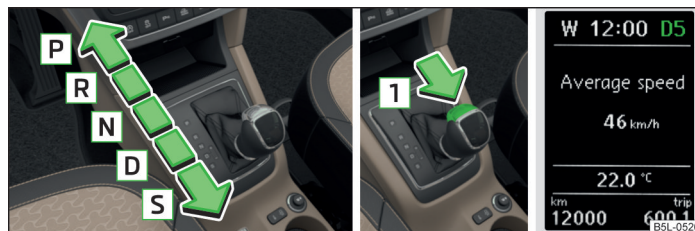

Fig. 110 Palanca selectora / tecla de bloqueo / indicador de pantalla
Con el encendido conectado se ve el modo de cambio de marcha, así como la marcha acoplada actual en la pantalla » fig. 110.
Con la palanca selectora se pueden poner los siguientes modos » fig. 110.
Antes de introducir el modo R a partir del modo P o N, se deberá pisar el pedal de freno y, al mismo tiempo, pulsar la tecla de bloqueo en el sentido de la flecha 1 » fig. 110.
Antes de poner el modo **S** desde el modo **D**, debe pulsarse la tecla de bloqueo en el sentido de la flecha **1** » fig. 110.
La palanca selectora se suelta accionando el pedal de freno y pulsando a la vez la tecla de bloqueo en el sentido de la flecha **1** » fig. 110.
En la pantalla » fig. 110 de la página 135 se muestra la marcha acoplada.
- » Pulse la tecla de bloqueo en el sentido de la flecha **1** » fig. 110 de la página 135 y manténgala pulsada.
- Pulse la tecla de bloqueo en el sentido de la flecha **1** » fig. 110 de la página 135 y manténgala pulsada.